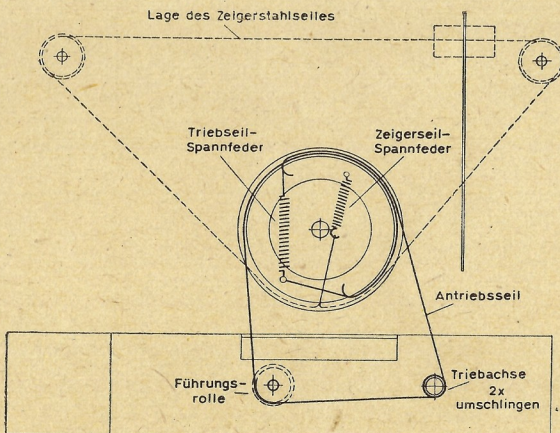

Abb. 4
7. Entfernen des schadhaften Antriebseiles und Einziehen eines neuen nach Abb. 4. Bitte beachten Sie, ein nicht zu starkes Antriebseil zu verwenden, da sonst die Gefahr besteht, daß das Seil von der Trommel abrollt. Die Länge des Seiles einschl. der (nicht ausgezogenen) Feder ist 495 mm von Schlinge zu Schlinge.